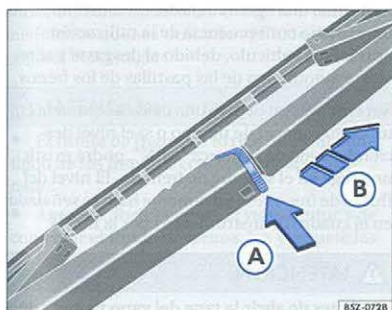

Fig. 119 Cambio de la escobilla del limpiador de la luneta trasera
- Presione la traba de la escobilla del limpiador de la luneta trasera ⇒ fig. 119 en el sentido de la flecha (A).
- Tire la escobilla del limpiador de la luneta ⇒ fig. 119 en el sentido de la flecha (B).
- Inserte una escobilla nueva con la misma longitud y del mismo modelo en el brazo del limpiador de luneta, en el sentido contrario al de la flecha (B), hasta oír el “clic” de encaje de la traba.